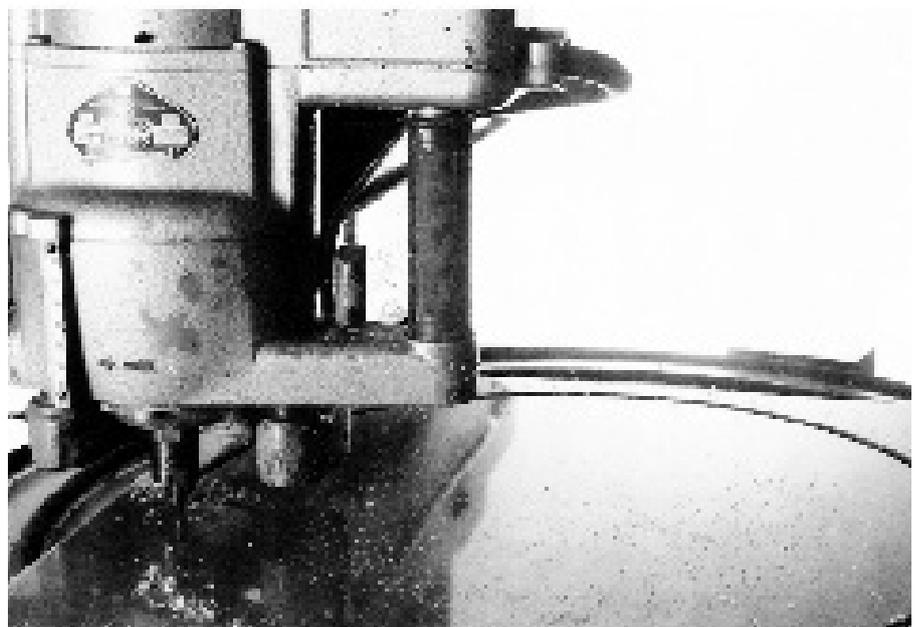

Abb. 18: Fingerfräser
- Fingerfräser (Abb. 18) in Fräsmaschine oder vergleichbarer Maschine mit drehbarem Spannteller.